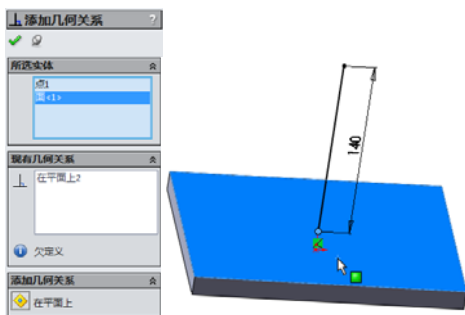

图 15-33 添加“曲面且平面”约束
②单击“尺寸/几何关系”工具栏中的“添加几何关系”按钮, 在弹出的“添加几何关系”属性管理器中, 单击拾取图 15-33 所示直线的端点和拉伸实体的表面, 添加点和表面之间的“曲面切平面”约束, 单击“确定”按钮。